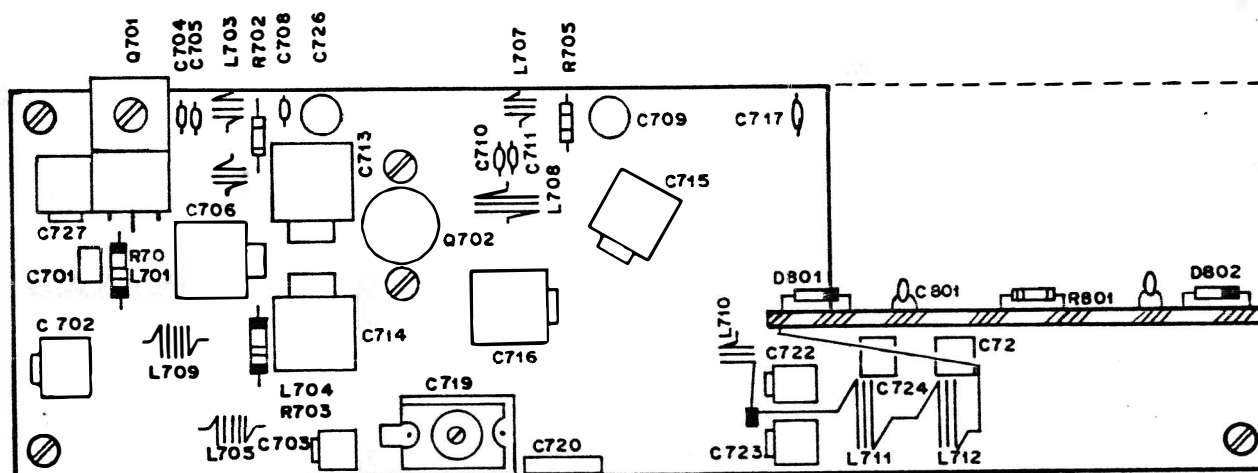

FIGURA 31
- Religar a saída do excitador à entrada do estágio final, conectar o wattímetro (em série com a carga) à saída de RF (conector de antena), acionar o transmissor via tecla PTT (sem modulação) no canal intermediário e ajustar trimer C719 e as bobinas L710, L711 e L712 (vide figura 31) para se obter a máxima potência de RF no wattímetro e a mínima corrente no amperímetro da fonte de alimentação.